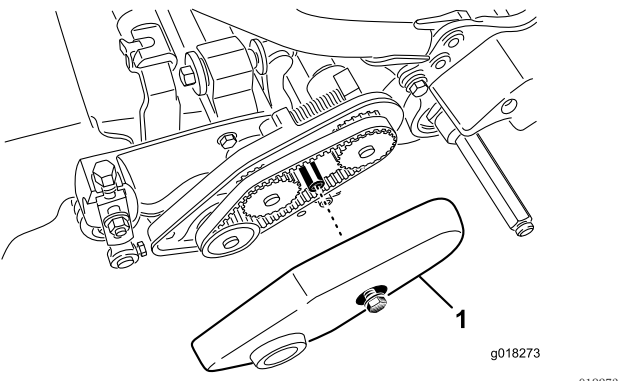

图45
2. 松开固定皮带罩的凸缘螺栓，取下皮带罩露出皮带（图45）。